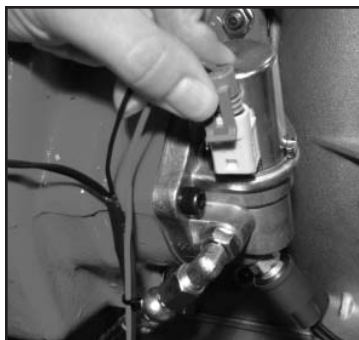

Fig. 12
12. Complete el ensamble instalando la conexión eléctrica al ensamble de la válvula (**Fig. 12**) y al interruptor de presión (**Fig. 13**).